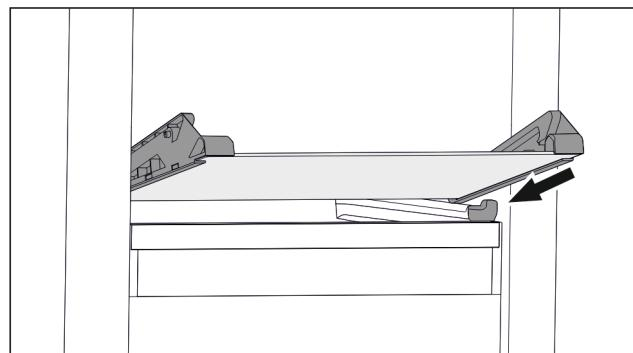

Fig. 108 Стеклянная пластина откидного выдвижного ящика
- ▶ Наклоняя вниз, установите стеклянную пластину за стопоры. (см. Fig. 108)